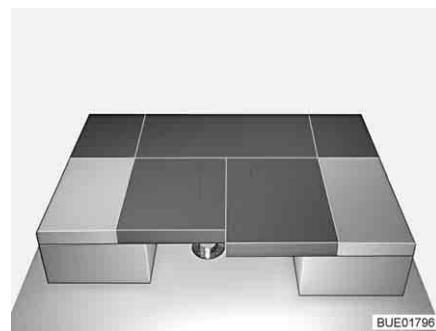

Bild 100 Nach dem Umbau
- Die beiden Sitzpolster zwischen die Rückenpolster drücken (siehe Bild 100).